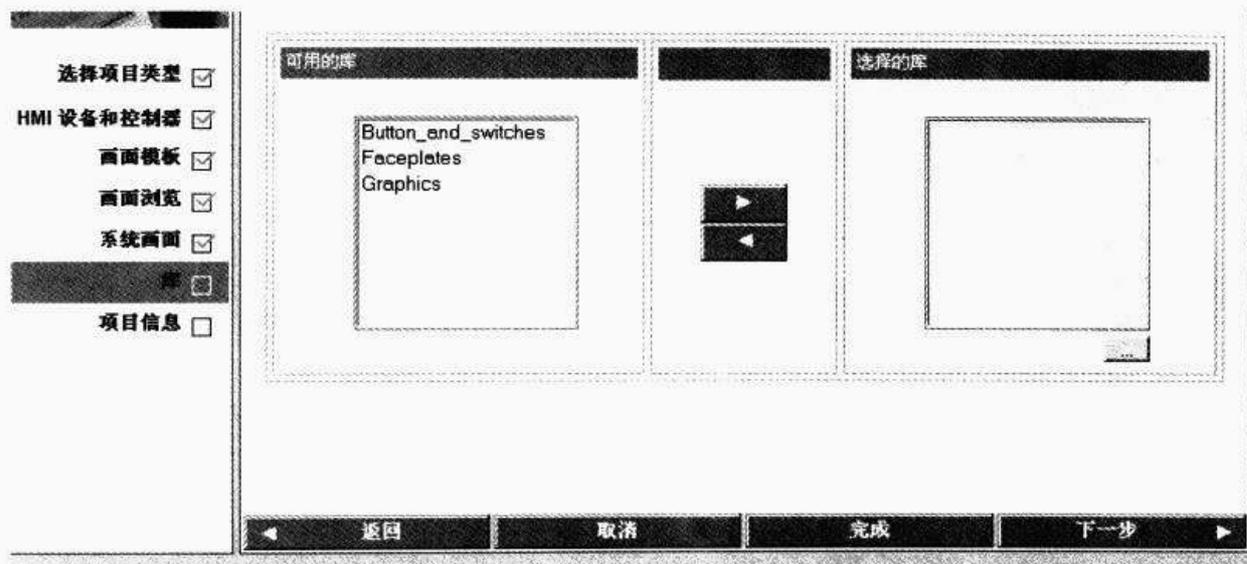

图 3-8 “库”设置
⑧ 单击“下一步”按钮进入“库”设置,如图 3-8 所示。WinCC flexible 中已经自带了三个标准的系统库文件,用户可能用到的大部分的图形、元件均可以在该库中找到,并且也可以在此处将用户自定义的库文件集成到项目文件中。